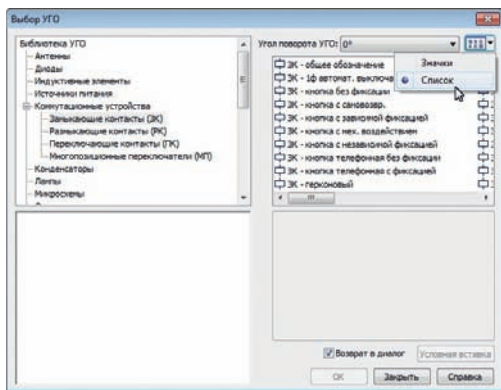

Рис. 9. Список УГО
- в диалоге «Выбор УГО» появилась кнопка изменения представления списка УГО в окне диалога. Они могут отображаться значками или списком (рис. 9);